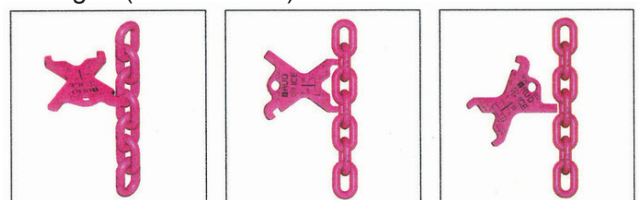

Bild 31: Patentierte ICE-Zurrkettenprüflehre für die leichte Überprüfung von c) und d)
- Längung der Kette durch plastische Verformung einzelner Glieder um mehr als 5 % auf die Teilung von 3d bezogen (siehe Bild 31).